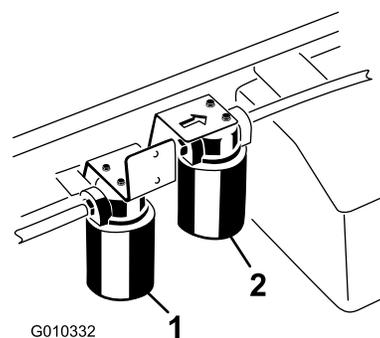

Рисунок 75
3. Поместите поддон под фильтр, а затем снимите фильтр (Рисунок 75).
1. Очистите зону вокруг места крепления фильтра повышенной пропускной способности (Рисунок 75).